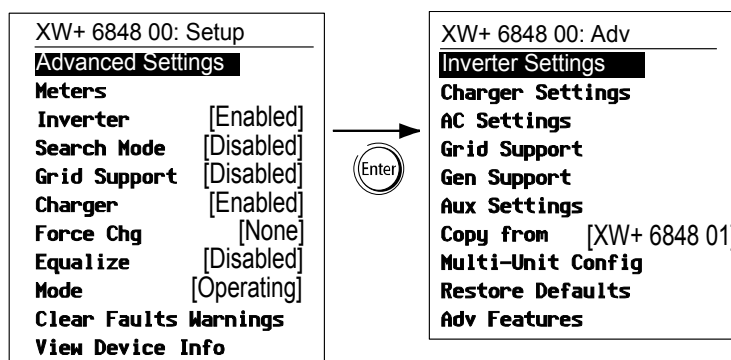

Figura 3-2 Selección de parámetros avanzados
- Del menú `Setup` (Configuración), con el ítem `Basic Settings` (Parámetros básicos) o `Advanced Settings` (Parámetros avanzados) resaltados, pulse **Enter** (Intro). Consulte la Figura 3-2.